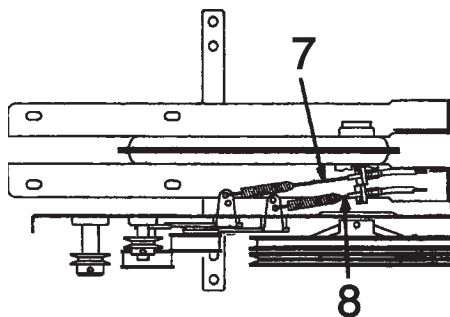

Fig. 11
6. Controllare che i registri e le molle (per il comando marcia avanti e retromarcia) siano montati come in Fig. 11:
- Trasmissione comando marcia avanti: leva n° 2 sul manubrio (7).